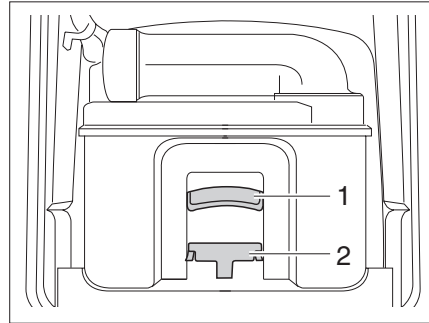

Bild 106 Thetford-Kassette
- ▶ Haltebügel (Bild 106,2) nach vorn ziehen um die Toiletten-Kassette zu entriegeln und Kassette am Griff (Bild 106,1) herausziehen.